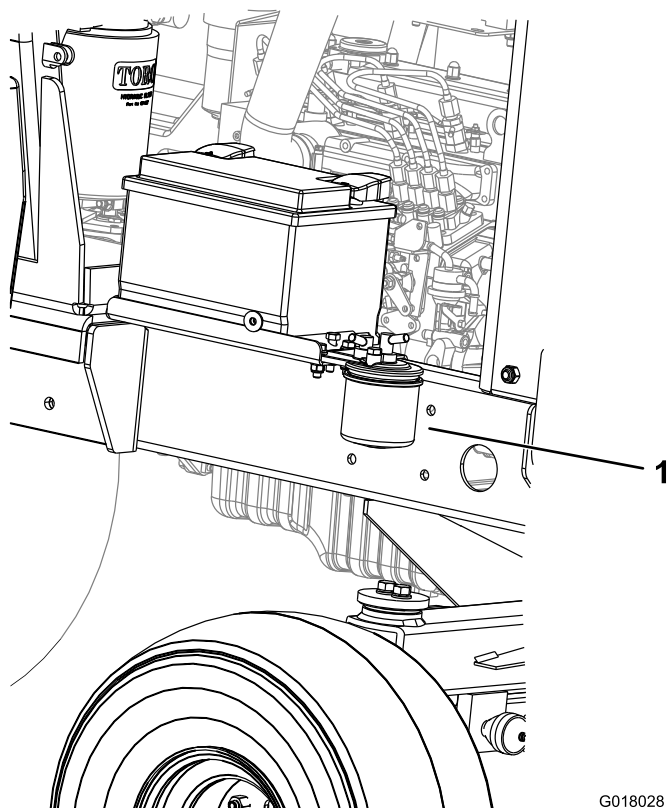

Figure 47
1. Placez un bac de vidange propre sous la cartouche du filtre à carburant (Figure 47).